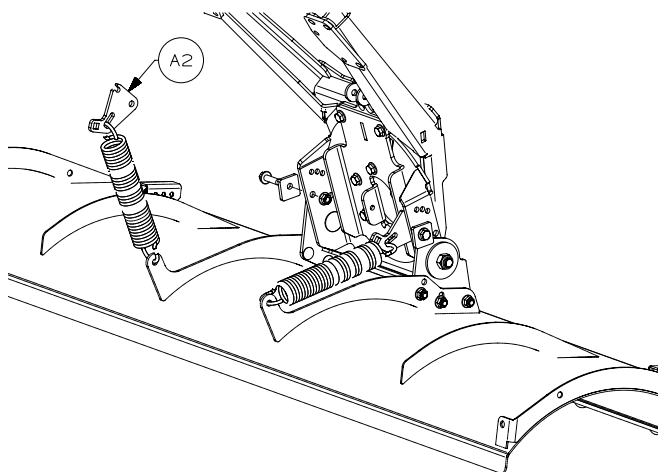
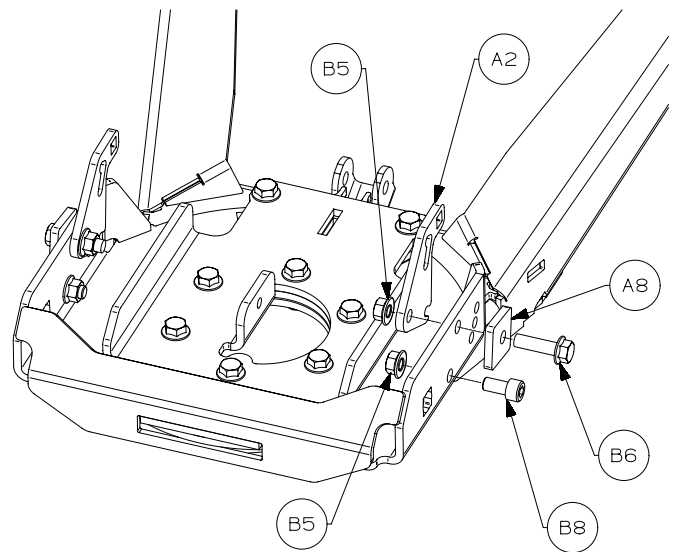

Figura 3
Figura 4
5. Lasciare che il gruppo del tubo di spinta ruoti in avanti attorno alla boccola. Montare le molle della spalatrice sulla lama e la staffa della molla (A2) sulle molle come mostrato in figura 3.
6. Posizionare le staffe della molla (A2) all'interno e i blocchi di fermo (A8) al lato esterno del gruppo montando i dispositivi di fissaggio (B5, B6) senza serrarli. I dispositivi di fissaggio dei blocchi di fermo dovrebbero avere lasco sufficiente da consentire che passino oltre le piastre di montaggio delle nervature (A7). Riferirsi alla figura 3 e alla figura 4 (le molle e la lama sono state omesse per maggior chiarezza).
8. Montare i dispositivi di fissaggio (B5, B8) sul gruppo del tubo di spinta. Serrare i dispositivi di fissaggio alla torsione specificata. Vedere la figura 4.